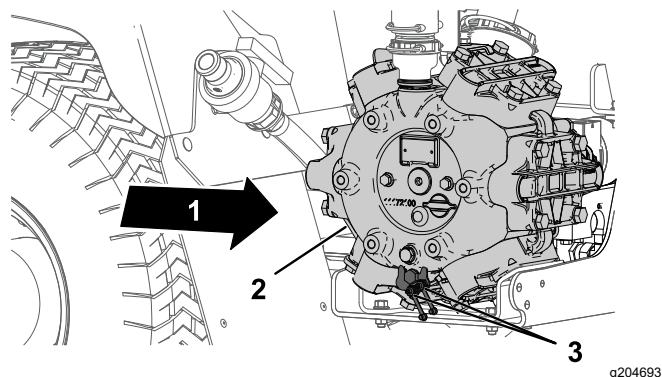

Figure 70
1. Essuyez les 2 graisseurs à distance pour les nettoyer (Figure 70).
2. Injectez de la graisse dans le graisseur à distance (Figure 70).